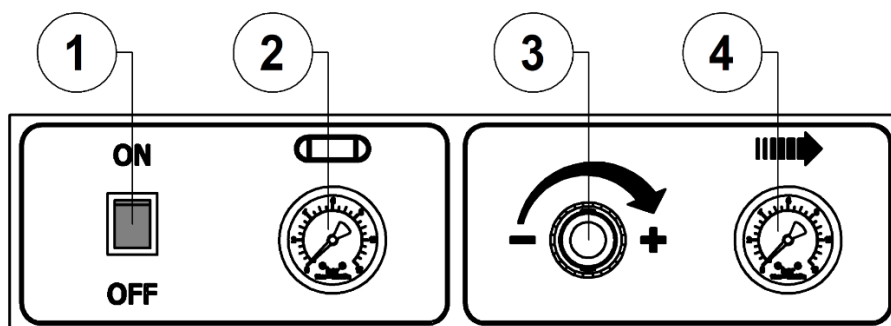

Рисунок 3 - Панель управления
Включите компрессор выключателем **1** (рисунок 3). на панели управления. Для этого необходимо переключить выключатель в положение **"ON"**. Включенное состояние сигнализируется подсветкой выключателя **1** (рисунок 3).
- Выключить компрессор выключателем **1** на панели управления (рисунок 3). Для этого необходимо переключить выключатель в положение **OFF**. После этого остановится двигатель и произойдет сброс давления из нагнетательного воздухопровода и поршневого блока.
8.4.1 Настройка давления сжатого воздуха осуществляется регулятором давления **3** следующим образом (рисунок 3):
- Переключите выключатель **1** на панели управления (рисунок 3) в положение "OFF".